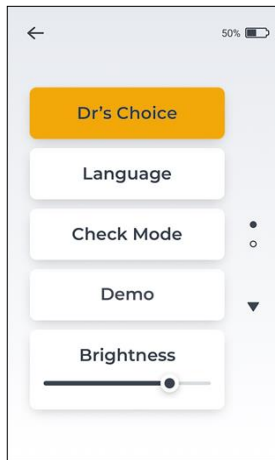
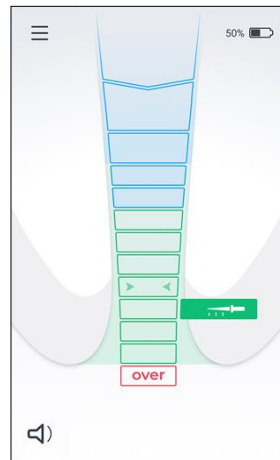

Fig. 12
Fig. 13
- Intrați în meniul de configurare și apăsați pe fila Alegerea medicului – a se vedea Fig. 12. Opțiunea „Alegerea medicului” își schimbă culoarea în portocaliu când este activată și linia apicală este afișată pe ecran – a se vedea Fig. 13.
- Pentru a dezactiva linia apicală „Alegerea medicului”, mergeți la meniul de configurare și opriți „Alegerea medicului” apăsând pe fila „Alegerea medicului” – a se vedea Fig. 12.